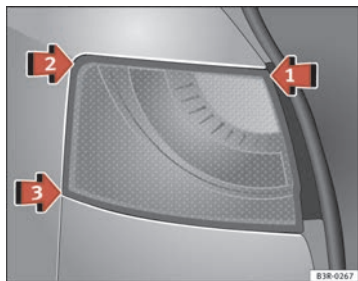
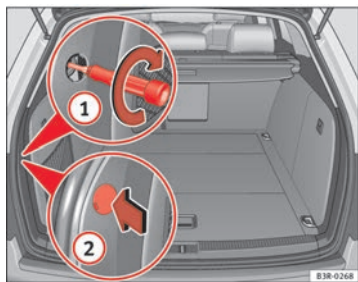

Fig. 230 Montar la unidad de luz trasera
Fig. 231 Maletero: Posición del tornillo de fijación para la unidad de luz trasera
- Coloque la unidad de luz trasera primero en ⇒ fig. 230 flecha ① en el alojamiento.
- Presione ligeramente la unidad de luz trasera, primero por el punto ② y luego por el punto ③ contra el alojamiento, hasta que los clips asienten firmemente en los cojinetes de goma.
- Ejercer una ligera presión sobre la parte superior de la unidad de luz trasera y fjela con el destornillador desde el maletero ⇒ fig. 231 ①.
- Vuelva a colocar la cubierta del tornillo con el rebaje hacia atrás ②.